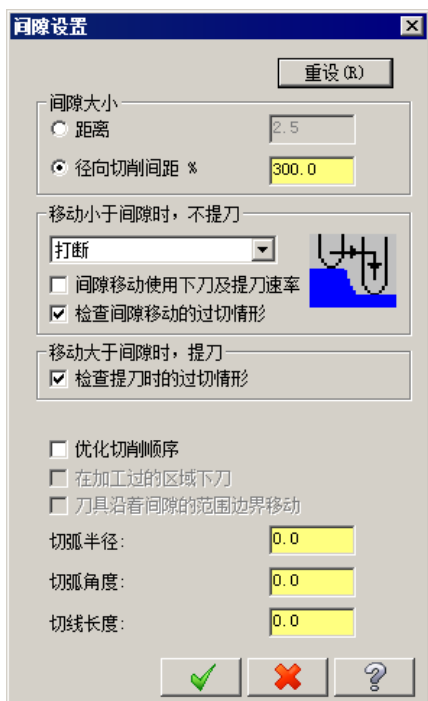

图 5.2.16 “间隙设置”对话框
- 间隙设置(G)... 按钮：单击此按钮，系统弹出图 5.2.16 所示的“间隙设置”对话框。此对话框用于设置当刀具路径中出现开口或不连续面时的相关选项。